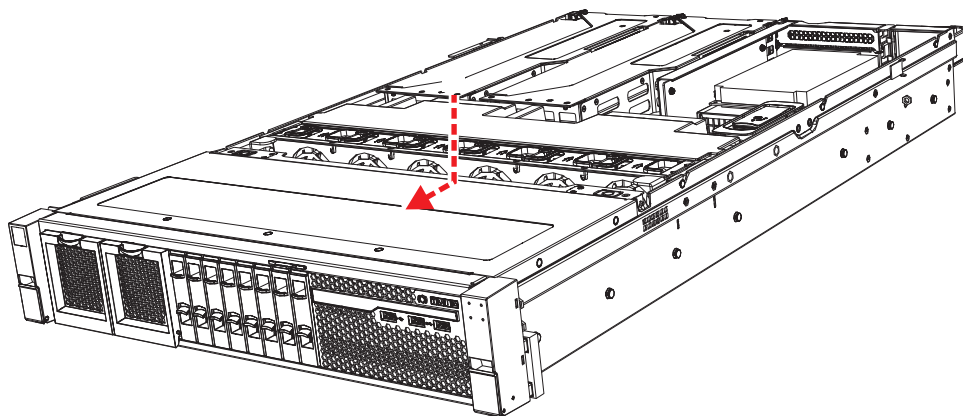

Figura 54. Substituindo a tampa frontal superior do 2145-SV1
3. Deslize a tampa frontal para frente até ela parar, conforme mostrado em Figura 54 na página 71.